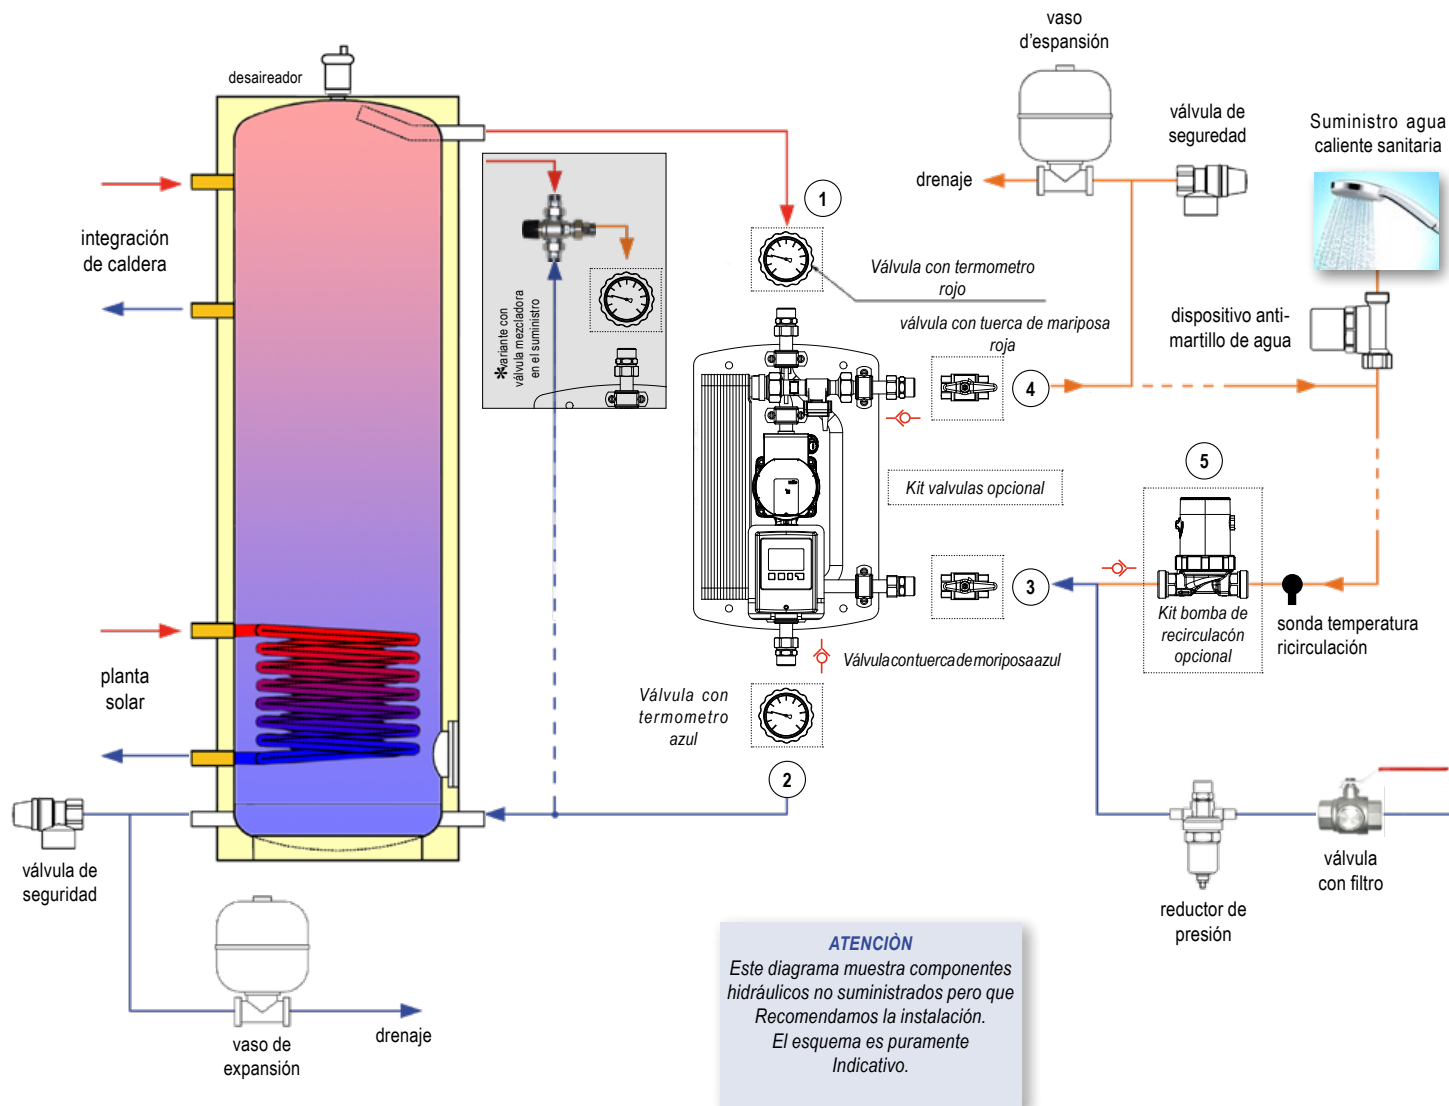

Figura 1: Esquema de una planta de ACS gestionada a través de ModvFresh 2
- ✓ Montare il kit valvole (opzionale) secondo quanto rappresentato in Figura 1;
- ✓ Si está instalado el kit de recirculación (opcional), instale el circulador y coloque la sonda de temperatura de recirculación como se muestra en la Figura 1;
La temperatura en el depósito debe ser al menos 5 K más alta que la sanitaria deseada. Los diferenciales de temperatura más altos permiten extender el tiempo de suministro. En presencia de agua dura, recomendamos no exceder la temperatura de 70 ° C (flujo del globo) para evitar depósitos calcáreos en el lado secundario del intercambiador de placas; eventualmente inserte un mezclador termostático (Figura 1).